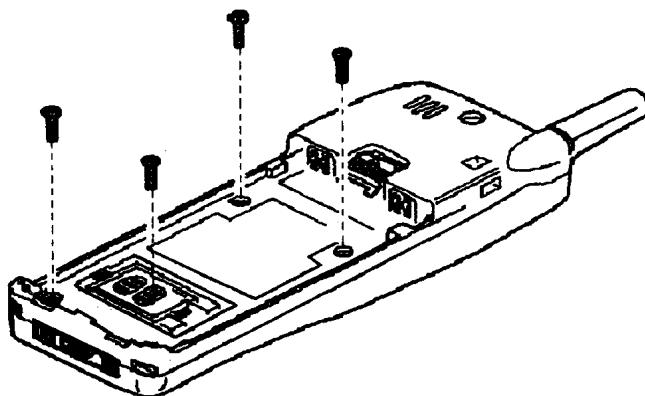

图 1-1 拆机步骤之一
(1) 先取下手机电池，然后用螺丝刀将 4 颗螺丝钉取下（见图 1-1）。